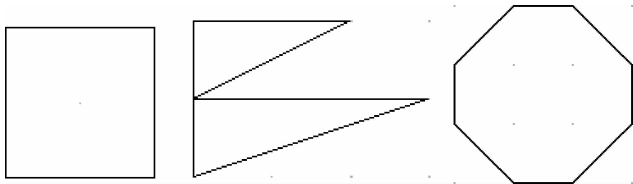

图 6-70 多边形样例
3) 继续移动光标，确定多边形的下一个顶点，可以确定多边形的第四、第五、第六个顶点，绘制出各种形状的多边形，如图 6-70 所示。